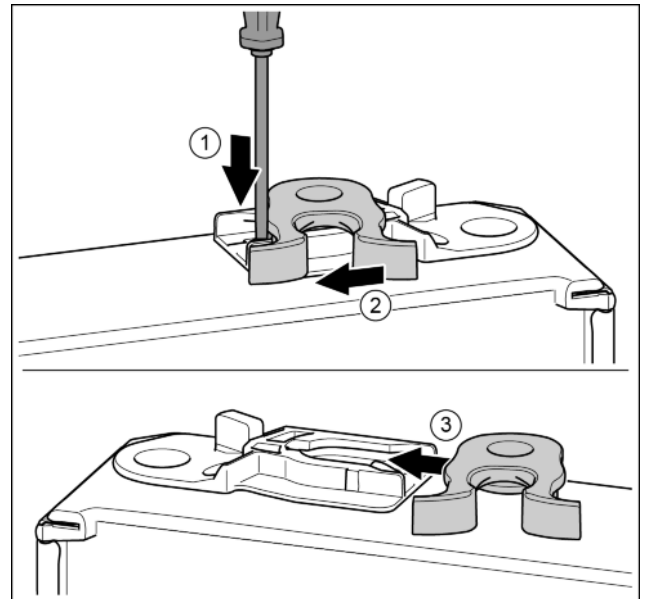

Fig. 15
- ▶ Pousser vers le bas la languette avec un tournevis plat. Fig. 15 (1)
- ▶ Tirer le crochet de fermeture en dehors du guide. Fig. 15 (2)
- ▶ Pousser le crochet de fermeture dans le guide de l'autre côté. Fig. 15 (3)